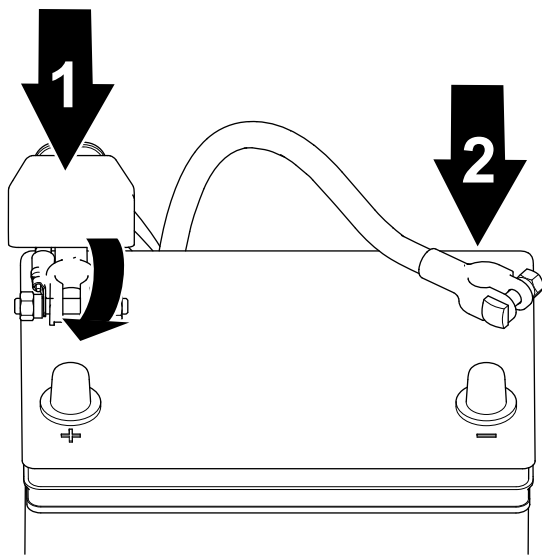

Figura 39
2. Conectai cablul pozitiv la baterie și strângeți piulița clemei bateriei (Figura 39).
3. Conectai cablul negativ la baterie și strângeți piulița clemei bateriei (Figura 39).